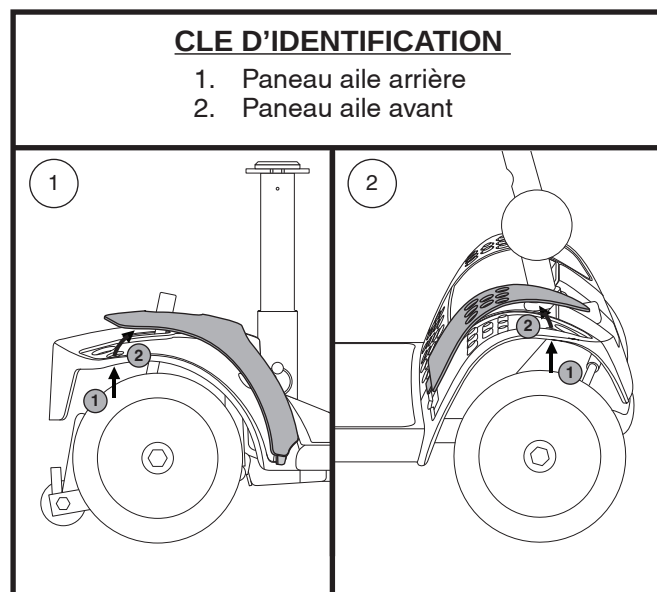

Figure 17. Panneau aile
2. Poussez dans l'orifice afin de séparer le panneau du Travel Scooter. **Voir la figure 17.**
NOTE: Lors de l'installation des panneaux d'ailer arrière et avant, assurez-vous de bien insérer l'onglet dans sa fente avant de fixer le panneau en place. Voir la figure 17.